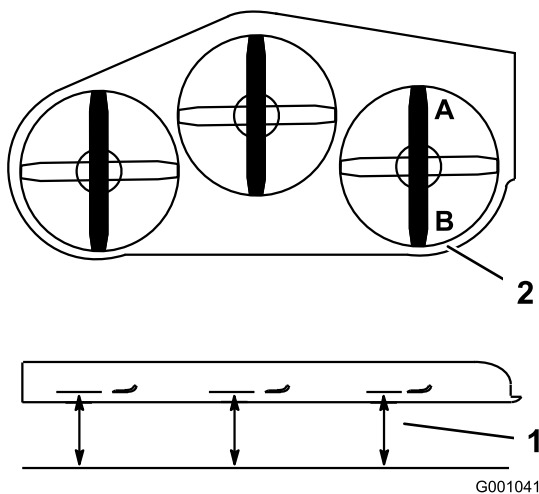

Figure 83
2. Tournez 1 lame dans le sens longitudinal. Mesurez la distance aux points **A** et **B** entre une surface plane et le bord coupant des pointes des lames (Figure 83).